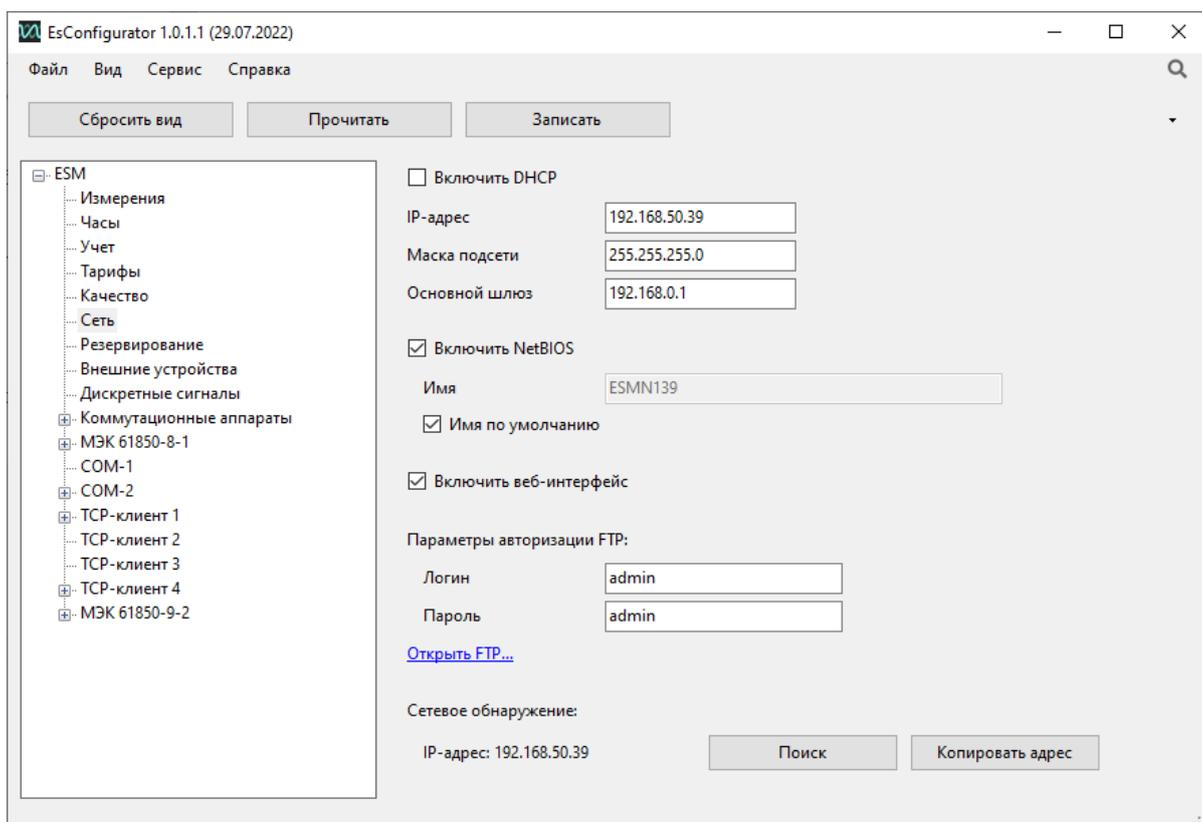

Рисунок 7.8. Вкладка настроек «Сеть» прибора ESM в ПО «ES Конфигуратор»
7.8.1 На вкладке «Сеть» представлены настройки прибора для подключения к локальной сети через порты LAN (рис. 7.8):